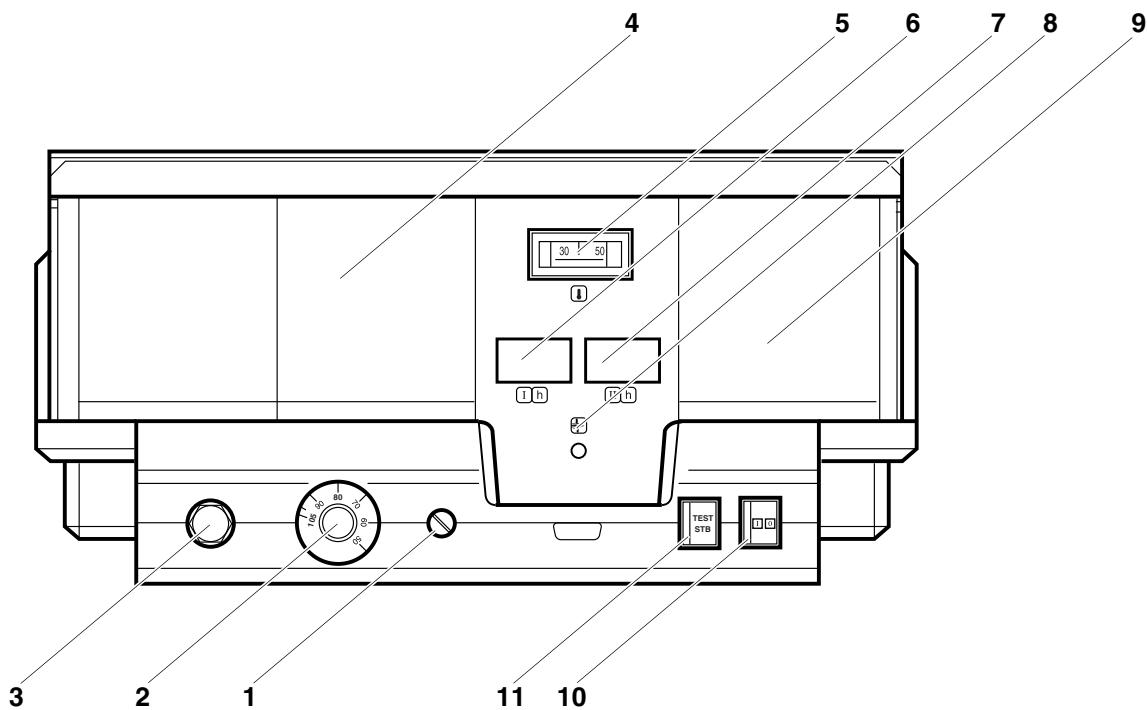
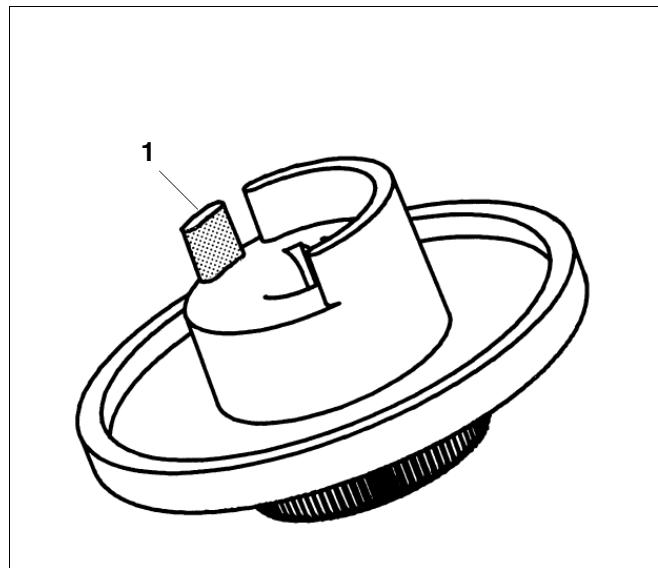

Рис. 1 Элементы управления Logamatic 4212
Рис. 5 Ручка настройки
Экспликация к Рис. 1
Если котел имеет котловой модуль ZM 427 или внешнее регулирование, то регулятор температуры котловой воды (Рис. 1, **поз. 2**) должен быть настроен минимум на 80 °C.
Регулятор температуры котловой воды (Рис. 1, **поз. 2**) представляет собой двухполосный регулятор для эксплуатации с 2-ступенчатой горелкой. Точка включения 2-ой ступени регулятора температуры котловой воды находится примерно на 5 °C ниже 1-ой ступени.
Если светится индикатор неисправности горелки (Рис. 1, **поз. 8**), то для устранения неисправности нужно связаться с отопительной фирмой, обслуживающей Вашу установку.
Кнопка STB (Рис. 1, поз. 11) предназначена для проверки предохранительного ограничителя температуры (Рис. 1, поз. 3) специалистами отопительной фирмы.
- Нажать кнопку STB (Рис. 1, поз. 11) и удерживать нажатой до его срабатывания (Рис. 1, поз. 3).
- Для разблокировки предохранительного ограничителя температуры (Рис. 1, поз. 3) нужно открутить колпачковую гайку и нажать находящуюся под ней кнопку подавления помех.
- Вынуть ручку настройки (Рис. 5) регулятора температуры котловой воды (Рис. 1, **поз. 2**).
- Отломить стопор (Рис. 5, **поз. 1**).
- Вставить на место ручку настройки регулятора (Рис. 1, **поз. 2**).